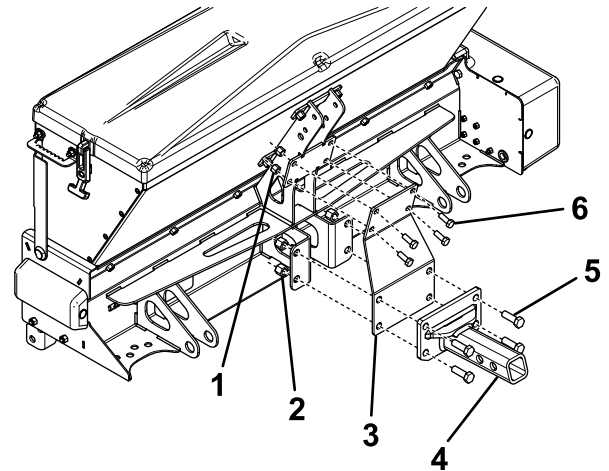

Figure 7
1. Fixez légèrement le haut de la plaque d'attelage à l'épandeur à l'aide de 4 boulons (3/8 po) assortis de contre-écrous (Figure 7).
2. Fixez l'attelage à la plaque d'attelage et à l'épandeur à l'aide de 4 boulons (1/2 x 1 1/2 po) assortis de contre-écrous (Figure 7).